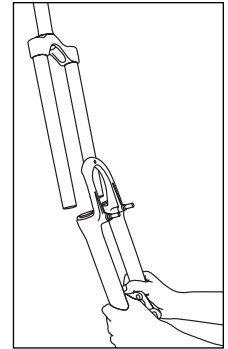

Fig. 9
5. Deslice hacia fuera el conjunto de tubo inferior monopieza (ver Fig. 9)